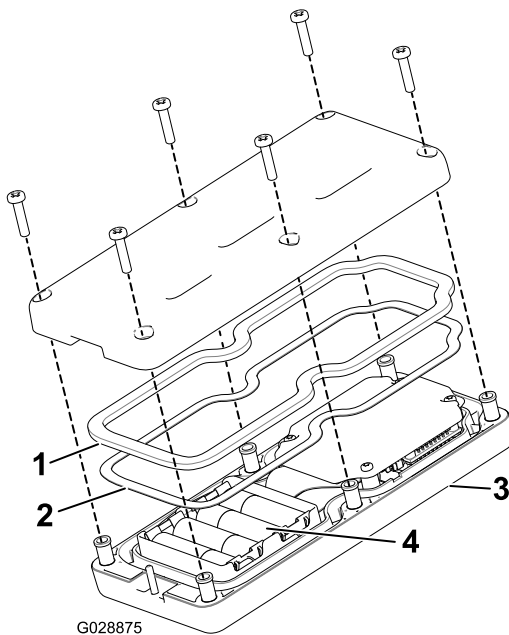

Figura 13
2. Inserite ogni batteria in un portabatteria rispettando la polarità. (Se le batterie sono inserite in modo scorretto, il dispositivo non riporta danni, ma non funziona.) Nel portabatteria sono marcati in rilievo i simboli della polarità di ogni terminazione (Figura 13).
4. Fissate il coperchio con 6 viti (Figura 13) e serratele a una coppia di 1,5–1,7 N·m.
3. Assicuratevi che la guarnizione in acciaio e la tenuta di gomma siano in sede nel canale del telecomando e riposizionate il coperchio posteriore (Figura 13).